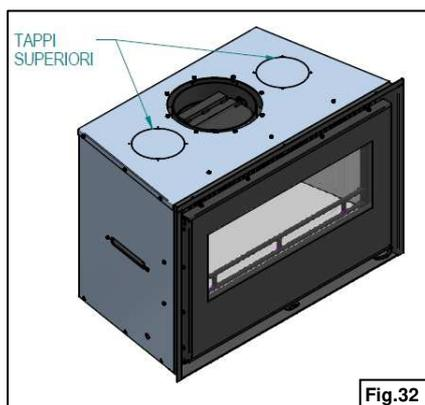

Fig.32
- Togliere i tappi superiori che sono pre-forati (fig. 32)